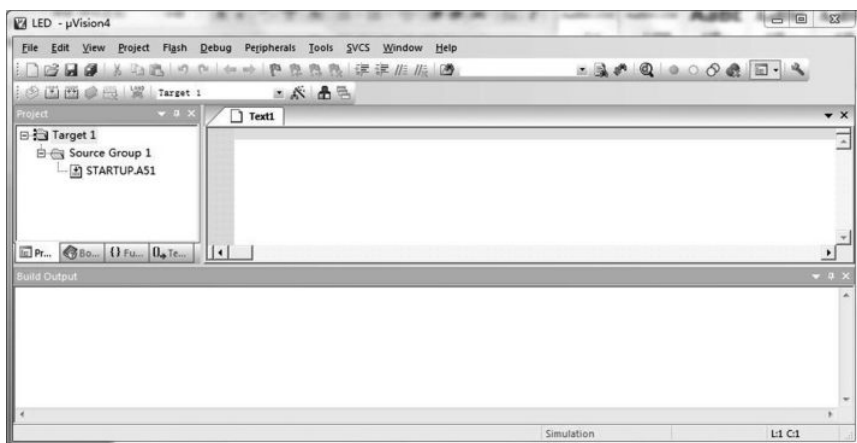

图 1.2.9 创建新文件
③创建程序文件并保存。工程创建完成后，接着我们来创建程序文件。单击【File】菜单中的【New】选项，或者单击界面上的快捷图标，然后会弹出如图 1.2.9 所示的界面。